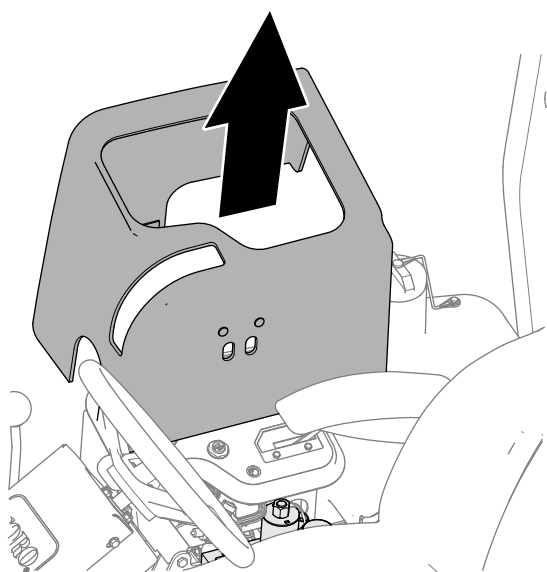

Figura 89
3. Levante la cubierta de la consola de montaje magnético (Figura 89) para tener acceso al distribuidor del cortacésped.